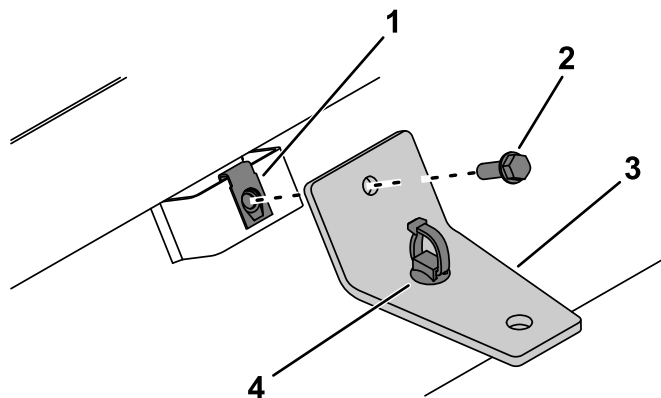

Figura 5
2. Fissate il supporto posteriore alla staffa di montaggio a tetto con il bullone a testa esagonale ($\frac{1}{4}$ " x $\frac{7}{8}$ " e la piastrina per viti autofilettanti (Figura 5).
3. Montate la clip a graffetta sul supporto posteriore (Figura 5).